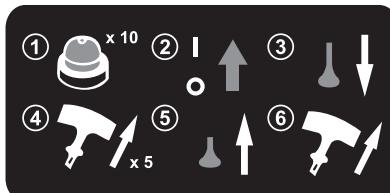

Рис. 11 Алгоритм запуска двигателя на наклейке
- Алгоритм запуска двигателя приведен на наклейке, расположенной на бензопиле (Рис. 11).